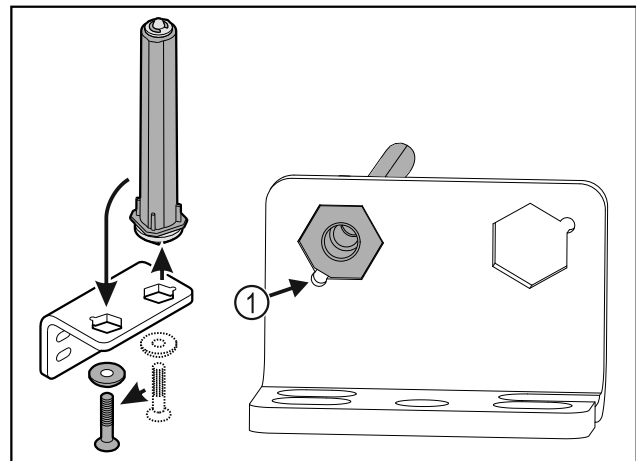

Fig. 19
- ▶ Проследите за тем, чтобы при установке скос пальца Fig. 19 (1) указывал в направлении круглого отверстия.